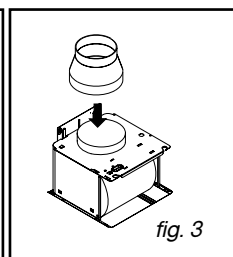

fig. 3
- Emboîtez une extrémité de la gaine sur le déflecteur et l'autre extrémité sur la sortie moteur (fig.3)